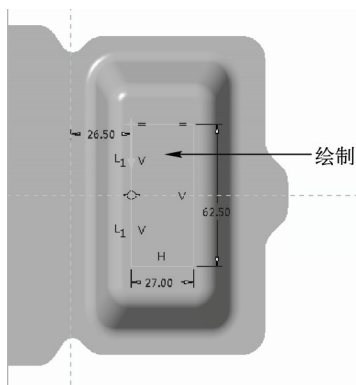

图 16-23 绘制草绘截面一
STEP 05 使用“混合”命令，选择“DTM1”平面作为草绘平面，绘制草绘截面，效果如图 16-23 所示。